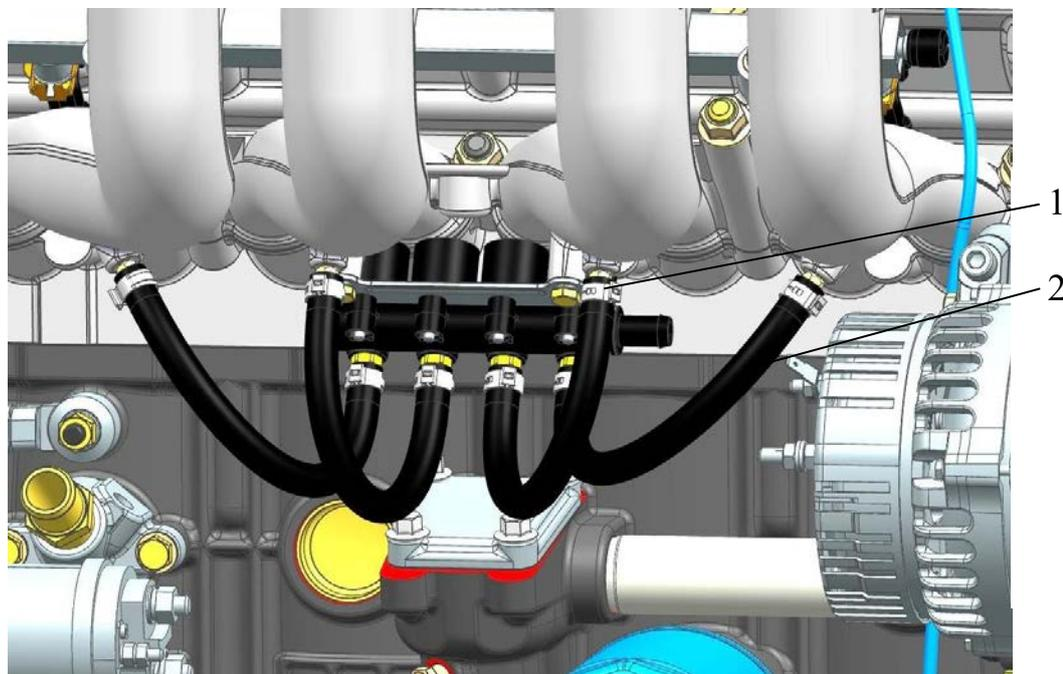

Рис.198. Установка блока клапанов подачи газа с держателем:
– установить шланги 2 (рис.198) подачи газа и закрепить их специальными хомутами 1.